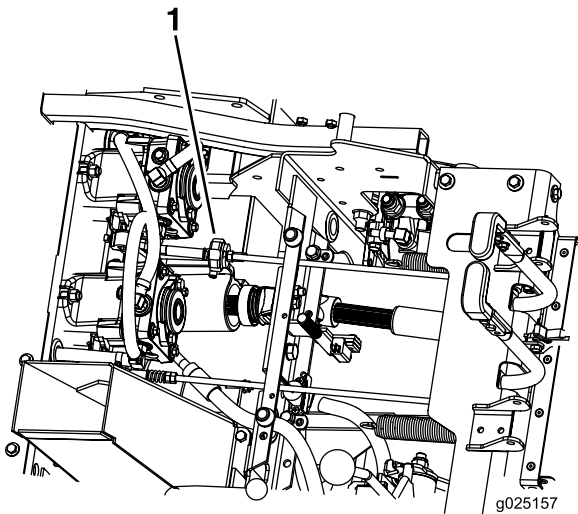

Figura 43
6. Asegúrese de que la máquina no se desplaza en punto muerto con el freno de estacionamiento quitado (Figura 43).